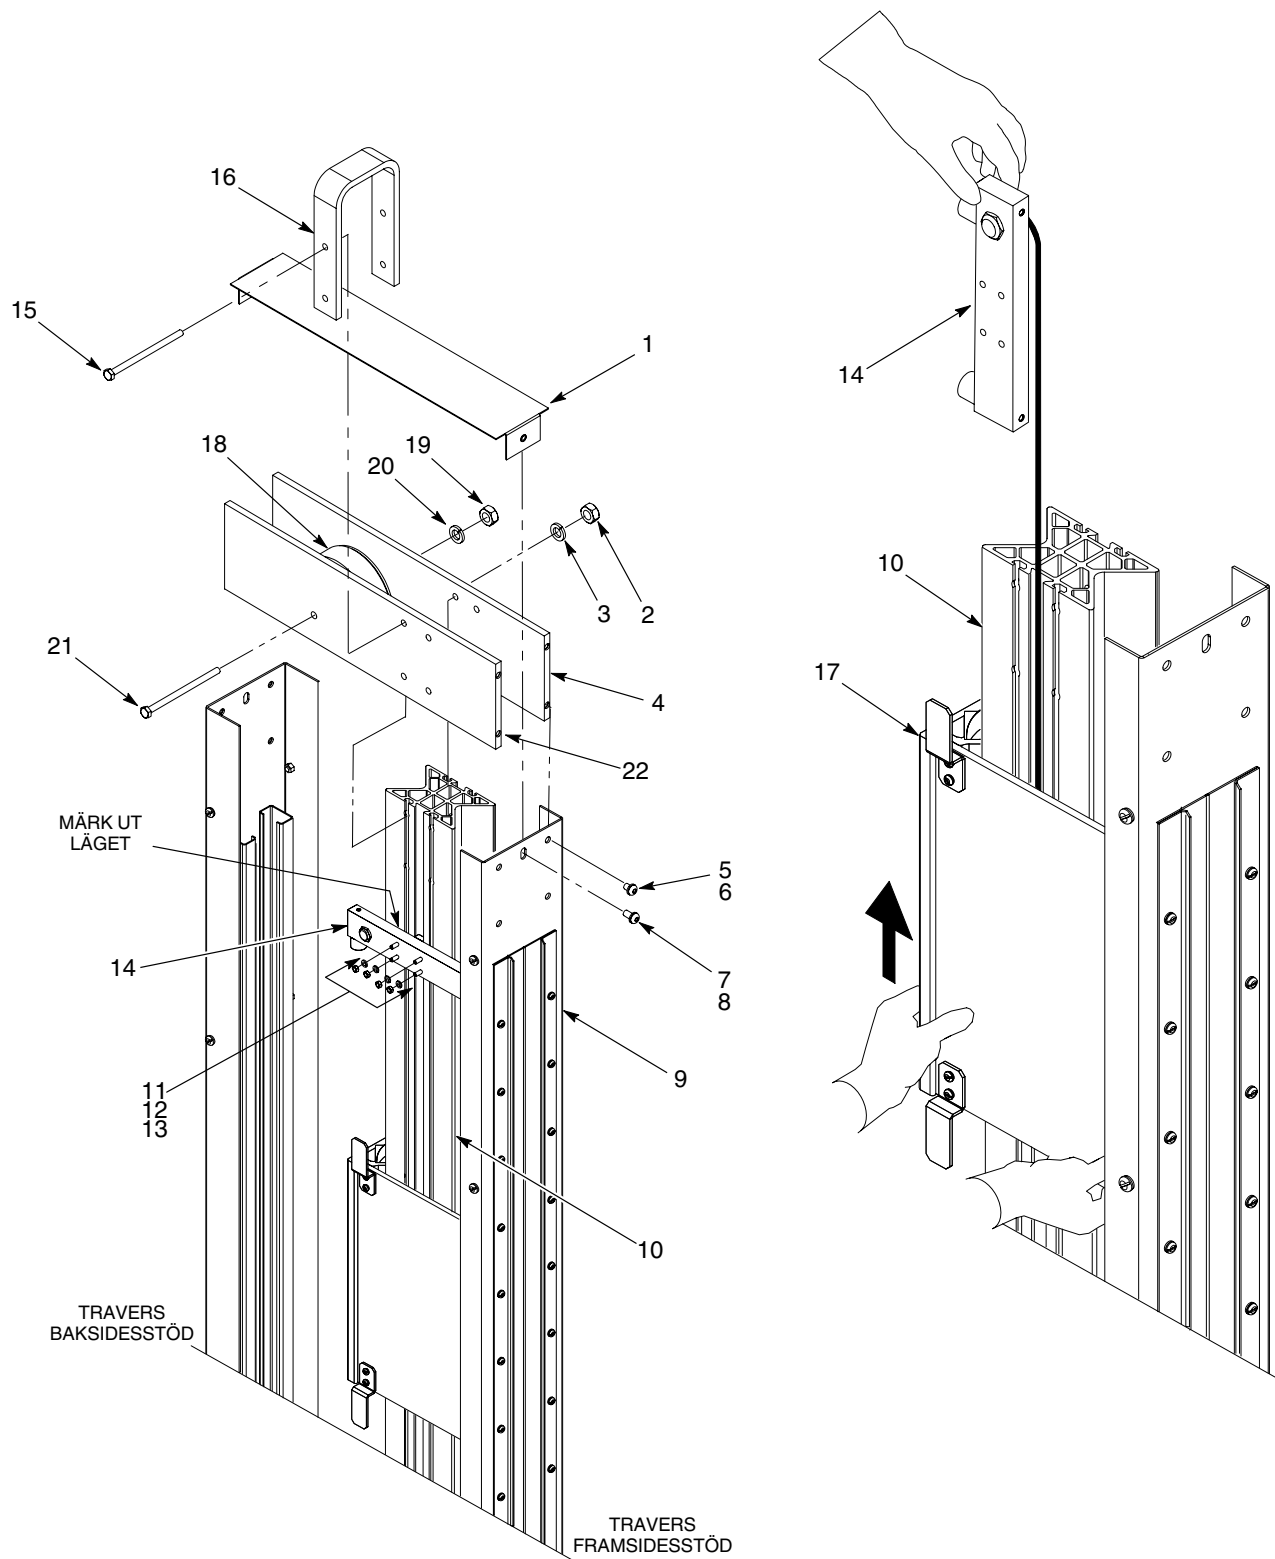

Bild 15 Demontering av pistolvagn
1. Se bild 15. Tag av drivremmen (18) från den övre länkrullen (19)
2. Tag av skruvarna (7) och låsbrickorna (8) som fäster den övre täckplåten (1) på traversen (9).
3. Tag av muttern (19), låsbrickan (20), och skruven (21) som fäster länkrullen(18) på de två övre sidoplåtarna (4, 22). Tag av länkrullsdelen från traversen (9).
4. Tag av skruvarna (5) och låsbrickorna (6) som fäster sidosplåtarna (4, 22) till traversens (9) fram och baksida.
5. Tag av de två skruvarna (15), låsbrickorna (3), och muttrarna (2) som fäster den U-formade lyftöglan (16) på pistolvagnsspåret (10). Tag ännu inte av de två andra skruvarna (15) som fäster sidoplåtarna (4, 22).
6. Medan man stödjer sidoplåten (4), tag av de återstående låsbrickorna (3) och muttrarna (2) från de två skruvarna (15) som fäster sidoplåtarna (4, 22). Tag av sidoplåten (4).
7. Medan man stödjer den återstående sidoplåten (22), tag av de två skruvarna (15) från vagnsspåret (10). Tag av sidoplåten (22).
- a. Märk ut läget för den övre stötfångardelen (14) på pistolvagnsspåret (10).
- b. Tag av muttrarna (11), låsbrickorna, och T-bultarna (13) som fäster den övre stötfångardelen till pistolspåret (10)